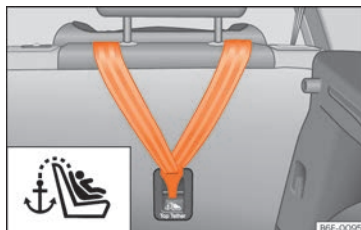

Fig. 42 Parte posteriore dei sedili posteriori: occhielli di fissaggio per la cintura Top Tether.
- Far scorrere la cinghia e fissarla correttamente al punto di aggancio della parte posteriore dello schienale »»» **fig. 42**.